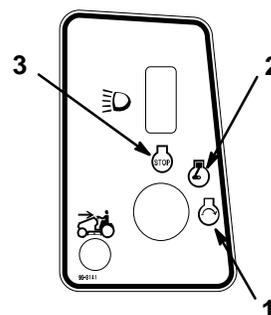

Figure 9
5. Tourner la clé de contact dans le sens des aiguilles d'une montre jusqu'en position de démarrage ("START", Fig. 9), la maintenir jusqu'à ce que le moteur démarre, puis la lâcher.
2. Tourner la clé de contact sur “ARRET” (“OFF”) (Fig. 9).